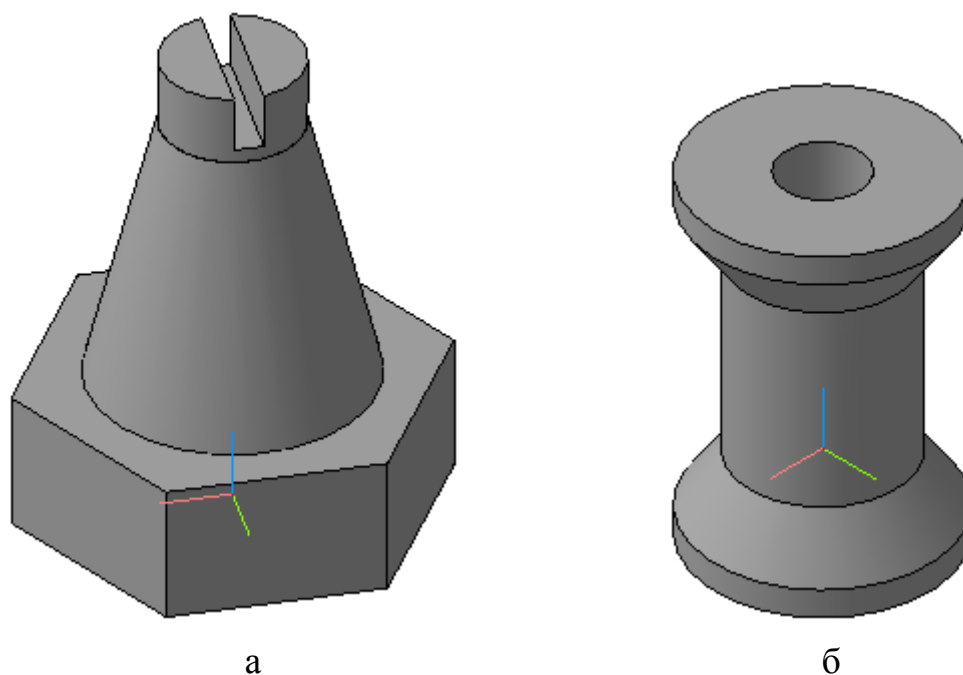

Рис. 7. Задание для самостоятельной работы
1. Создайте предмет (рис. 7, а), используя команды **Операция выдавливания**, **Приклеить выдавливанием** и **Вырезать выдавливанием**. Правильная прямая шестиугольная призма (радиус описанной окружности 30 мм, выдавить на 20 мм). Усеченный конус (радиус 20 мм, приклеить выдавливанием на 40 мм, **Уклон 1** внутрь, **Угол 1** равен  $14^\circ$ ). Цилиндр (радиус 10 мм, приклеить выдавливанием на 10 мм, **Угол 1** равен  $0^\circ$ ). Параллелепипед (высота больше диаметра окружности, например 30 мм, ширина 4 мм – используйте команду прямоугольник по центру и вершине; вырезать выдавливанием на 8 мм).
2. Создайте предмет (рис. 7, б), используя команды **Операция выдавливания**, **Приклеить выдавливанием** и **Вырезать выдавливанием**. Цилиндр (радиус 30 мм, выдавить на 70 мм). Усеченный конус (радиус 30 мм, приклеить выдавливанием на 20 мм, **Уклон 1** наружу, **Угол 1** равен  $35^\circ$ ). Цилиндр (радиус 44 мм, приклеит выдавливание на 10 мм, **Угол 1** равен  $0^\circ$ ). Цилиндр и усеченный конус приклеить с двух сторон. Цилиндр (радиус 15 мм, вырезать через все).